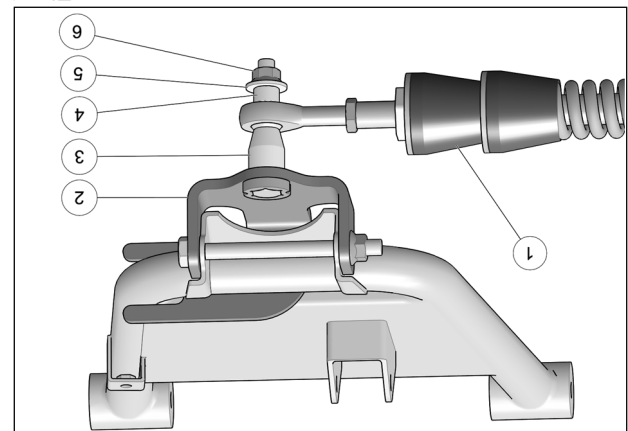

Fig. 9
9. Fixer le bras stabilisateur (1) à l'ancrage de suspension (2) à l'aide de l'espacer long (3), de l'espacer court (4), de la rondelle (5) et de l'écrou autobloquant (6). Serrer à un couple de 70 N•m [52 lb•pi]. Voir la Fig. 9